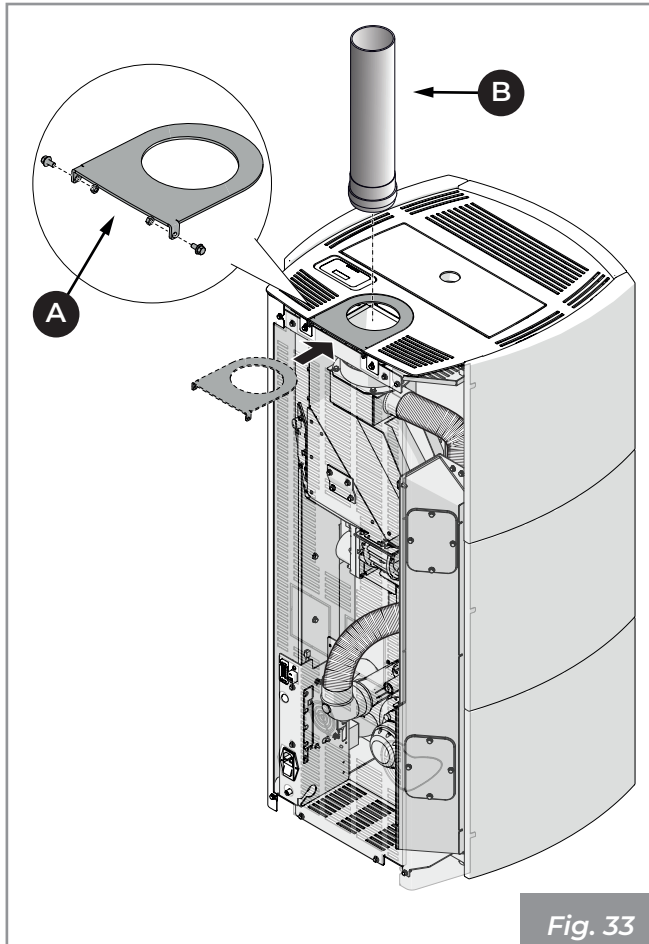

Fig. 33
- Conectar el tubo de salida humos **(B)** (**Fig. 33**)